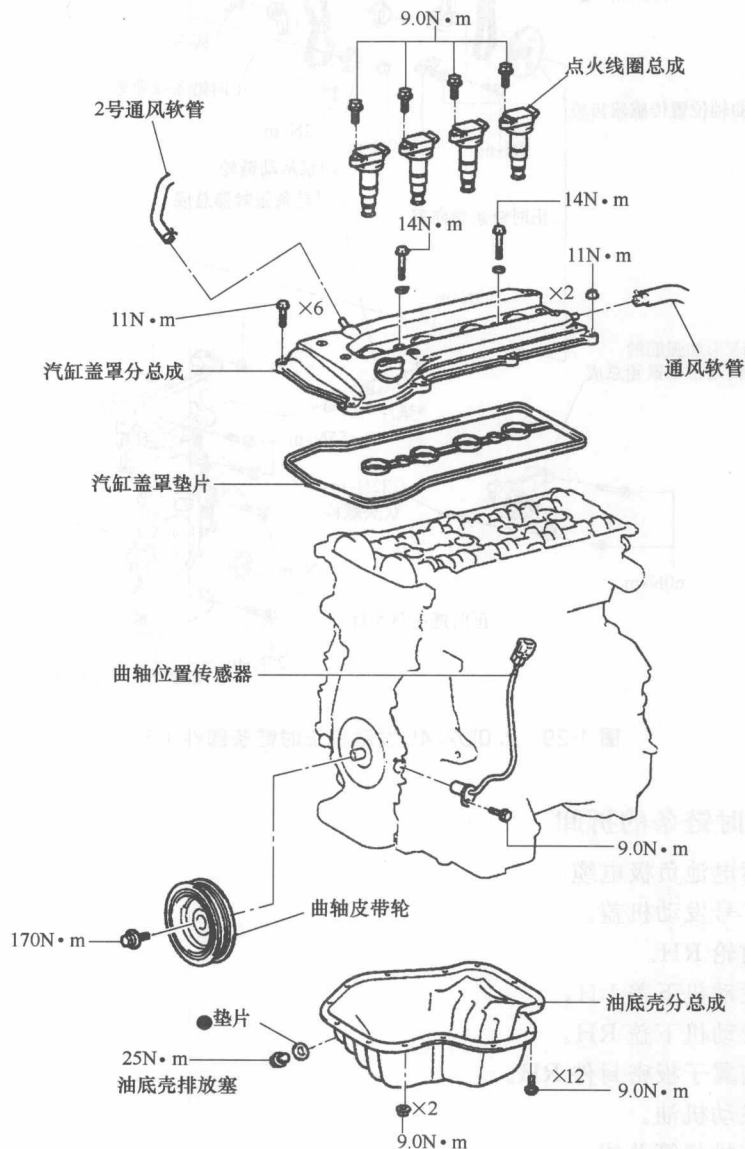

图 1-28 2.0L/2.4L 发动机正时链条部件 (1)
2.0L/2.4L 发动机正时链条部件如图 1-28 和图 1-29 所示。